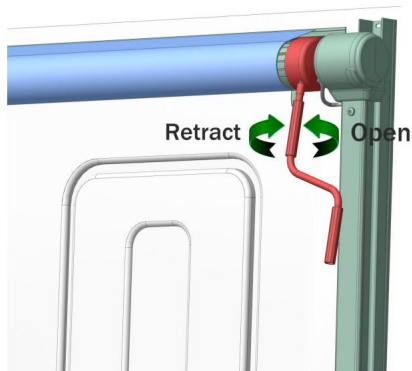

Abbildung D24
6.1 Der B2E-Sonnenschutz untersttzt die manuelle Abschaltung. Bei einem Stromausfall oder einer Strung kann die Handkurbel in das manuelle Loch an der Seitenabdeckung des Scrollmotors eingefhrt und die Kurbel gedreht werden, um den Sonnenschutz einzuziehen oder freizugeben. (Abbildung D24)